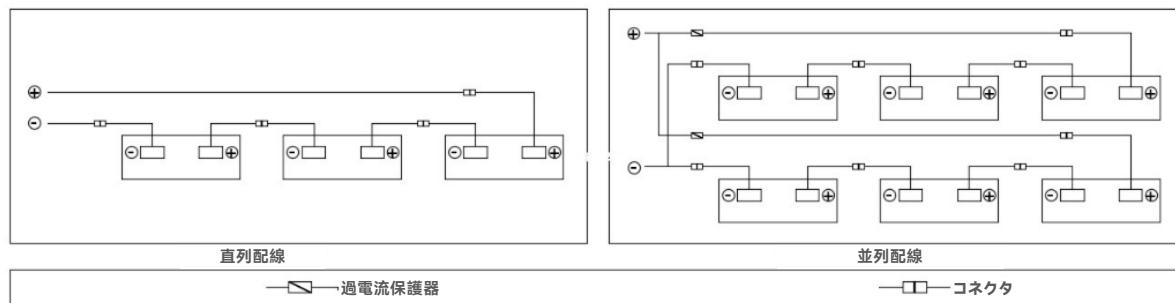

図 6-1 直列接続、並列接続の電気回路図
- Galaxy 軽量製品の電気性能パラメータ（例えば P_{max} 、 V_{oc} 、 I_{sc} ）の公称値には、標準試験条件における数値と公差があります。標準試験条件は、照度 $1,000W/m^2$ 、Galaxy 軽量製品温度 $25^{\circ}C$ 、エアマス AM1.5 です。Galaxy 軽量製品が直列に接続されている場合、ストリングの電圧は個々の Galaxy 軽量製品の合計となります。図 6-1 のように、Galaxy 軽量製品が並列に接続されている場合、ストリングの電流は個々の Galaxy 軽量製品の合計になります。電気性能の異なる Galaxy 軽量製品を接続してはなりません。Galaxy 軽量製品の最大直列数量は、関連規定に基づいて計算する必要があります。設置場所での最低温度における推定最大開放電圧が Galaxy 軽量製品の最大システム電圧および他の直流電気設備の許容電圧を超えないようにしてください（弊社 Galaxy 軽量製品の最大システム電圧は DC1,000V ないしは 1,500V ですが、実際のシステム電圧は使用する Galaxy 軽量製品とインバータの仕様に従って設計されます）。推定開放電圧最大値は下式に従って計算されます。
- Galaxy 軽量製品の最大ヒューズ容量を超えた逆電流の発生が想定される場合は、必ず同規格の過電流保護装置により Galaxy 軽量製品を保護しなければなりません。図 6-1 のように、並列数量が 2 つ相当以上である場合、各ストリングには必ず過電流保護装置を取り付けてください。